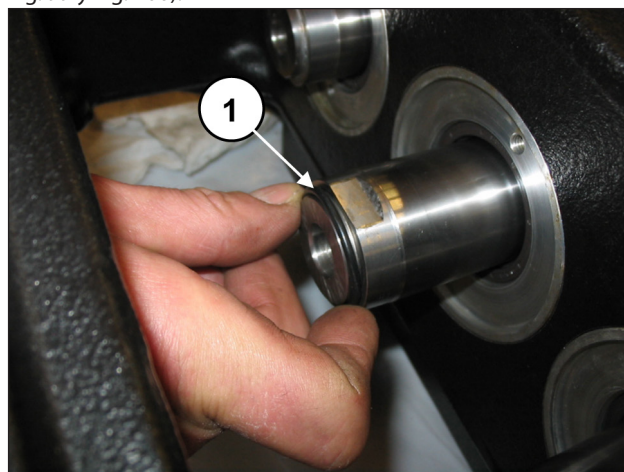
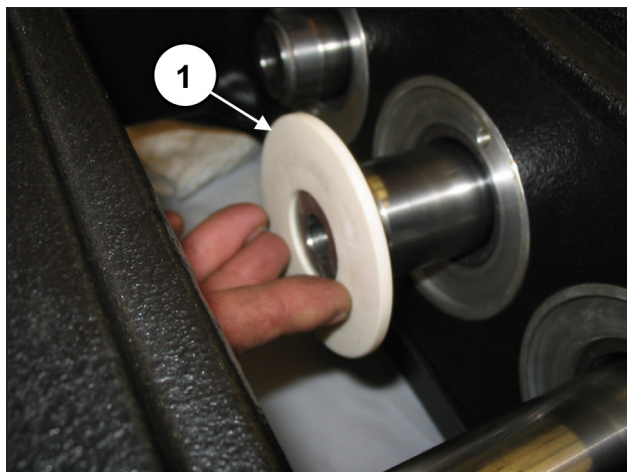

Fig. 99
Fig. 100
Colocar los protectores contra salpicaduras junto con las juntas tóricas en el alojamiento de la guía del pistón (pos. ①, Fig. 99 y Fig. 100).